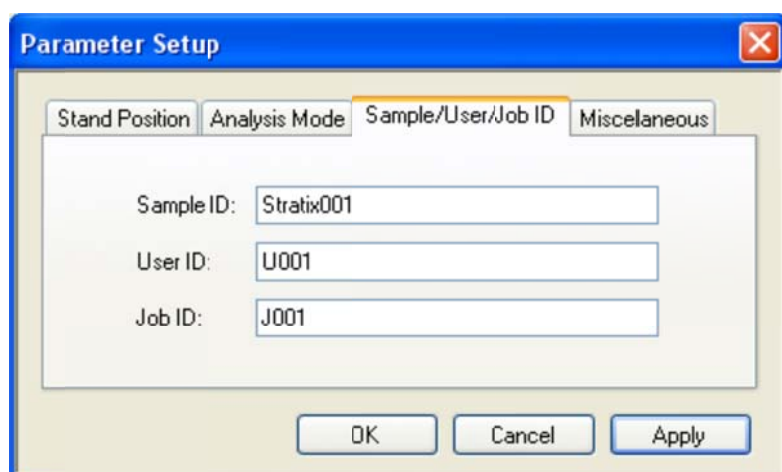

図 3 - 3
1. “Miscellaneous”のタブを選んでください（図 3 - 4）